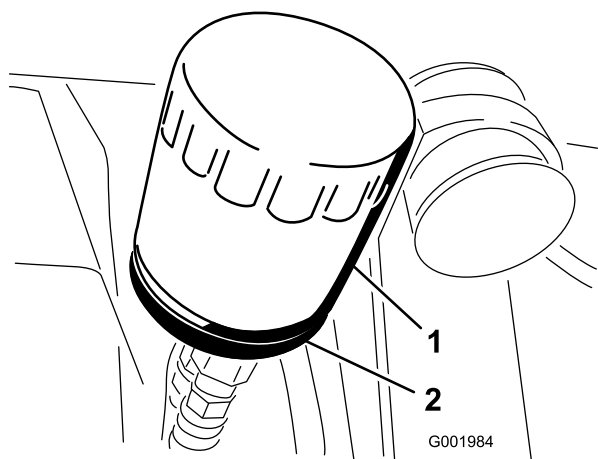

Figura 51
2. Retire el filtro de aceite (Figura 51).
5. Instale el filtro de aceite nuevo en el adaptador del filtro. Gire el filtro en el sentido de las agujas del reloj hasta que la junta de goma entre en contacto con el adaptador del filtro, luego apriete el filtro 1/2 de vuelta más (Figura 51).